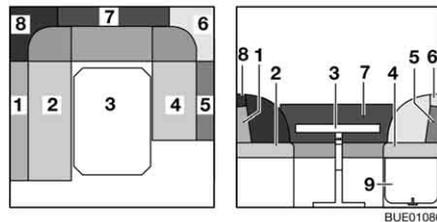

Bild 91 Vor dem Umbau
- Tisch (Bild 91,3) zum Bettunterbau umbauen (siehe Abschnitt 6.11).
- Bettkasten-Verlängerung (Bild 91,9) entriegeln und nach oben klappen.